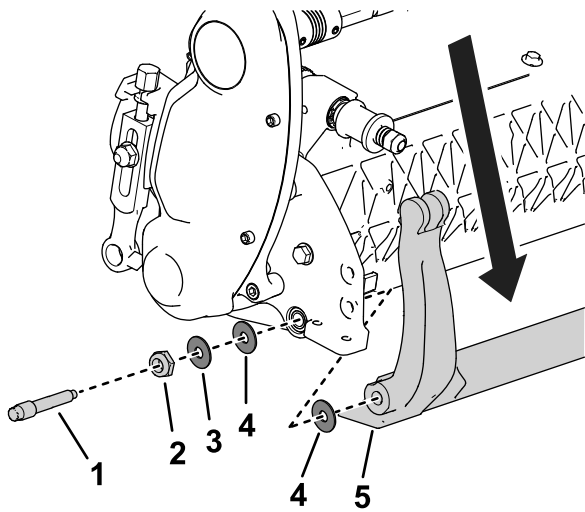

図 20
3. 機体の左右それぞれの側で、図 20 に示すロックナットをゆるめる。
4. 各ベッドバーボルトを抜いてベッドバーを下に引き抜いてカッティングユニットから外す 図 20。
ベッドバーの両端にそれぞれプラスチック製ワッシャ2枚とスチールワッシャが1枚ずつあるので注意する 図 20。